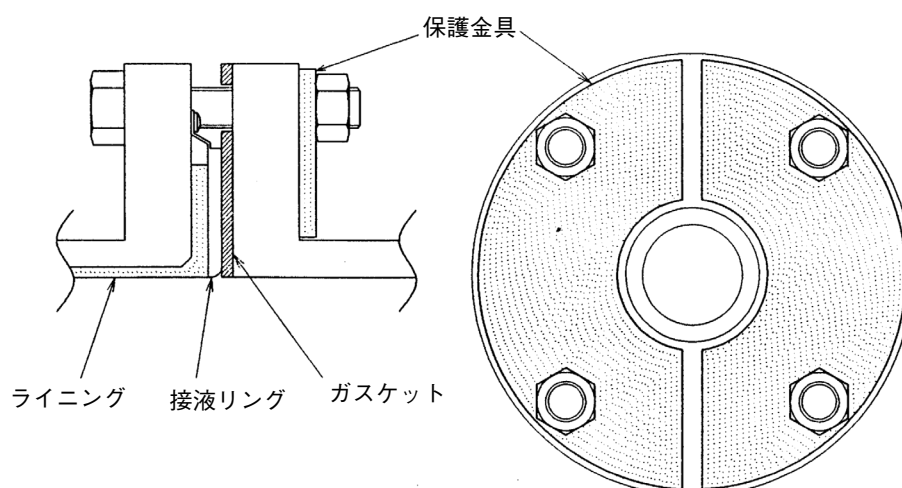

図2-26. 2.5 ～ 1100 A で接液リングが SUS 材質および、250 ～ 1100 A で接液リングが SUS 材質以外の場合(保護金具使用)
- 保護金具 : 規定のトルクで締め付けて設置すると、塩ビ配管の変形または破損のおそれがある場合に必要です。厚さは6 mm以上のステンレス材など、ナットの締め付けて変形しない金属材料を使用してください。金具の形状は、 図2-26をご覧ください。
図2-26 に示すような、塩ビフランジの外側に取り付け可能で、規定の締め付けトルクを使用しても配管に変形や破損を及ぼさない保護金具で塩ビフランジを挟み込み、検出器を配管に取り付けてください。締め付けトルクは、2-24～2-26 ページの表2-5に従ってください。また、ガスケット内径は2-29 ページの表2-6に従ってください。